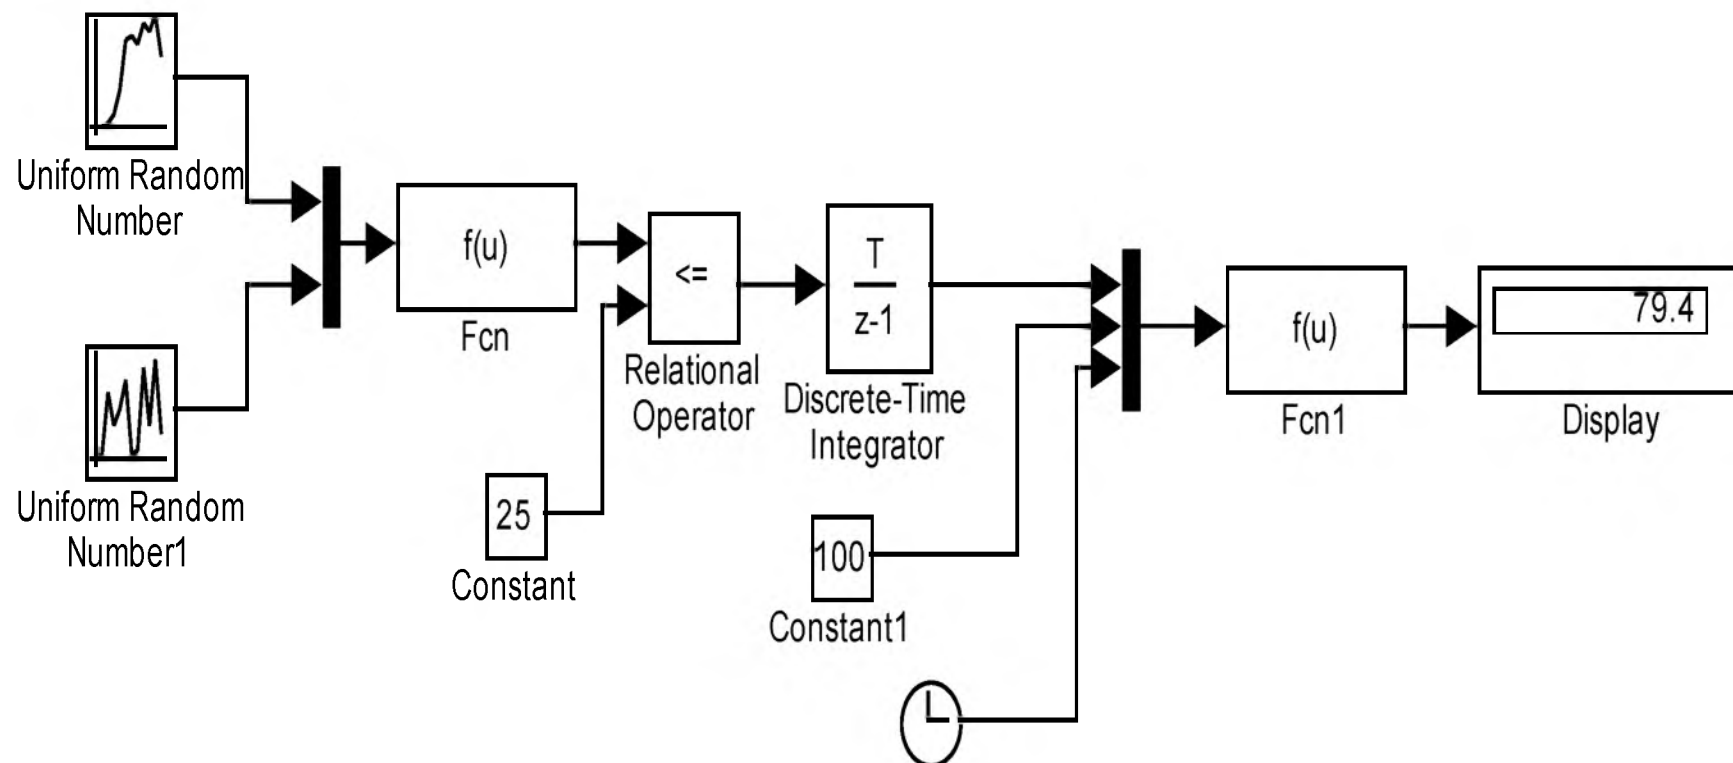

Рис. 2.3. Модель расчета площади круга
попадает ли точка с координатами (x,y) внутрь круга, т.е. удовлетворяют ли координаты неравенству $(x-2)^2 + (y-3)^2 \leq 25$. Неравенство зададим с помощью блока **Fcn** – Функция пользователя. Подсчитаем количество точек, попавших в круг, с помощью блока **Discrete-Time Integrator**, а потом посчитаем площадь круга блоком **Fcn1**, при этом общее количество точек получим с блока **Clock**. Результат выведем в блок **Display** (рис. 2.3).
1.1. Соберите модель, приняв за образец схему на рис. 2.3.